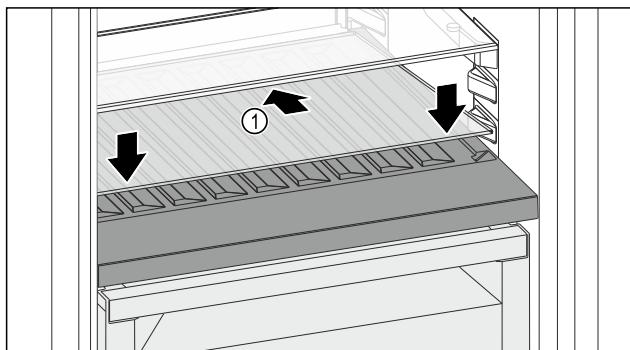

Fig. 100
- ▶ Placer la plaque de verre Fig. 100 (1) en biais et inclinée vers le bas.
- ▶ Abaisser l'avant de la plaque de verre Fig. 100 (1).